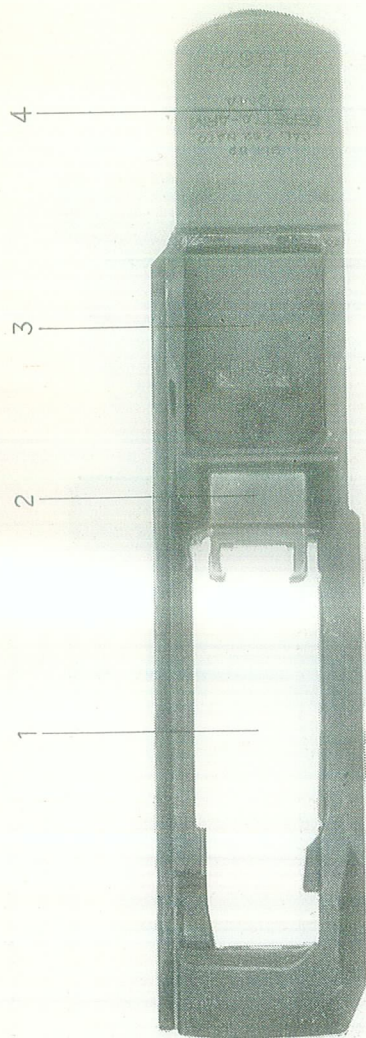

Fig. 7. - Culatta, parte superiore.
- superiormente (*fig. 7*), dall'avanti all'indietro: